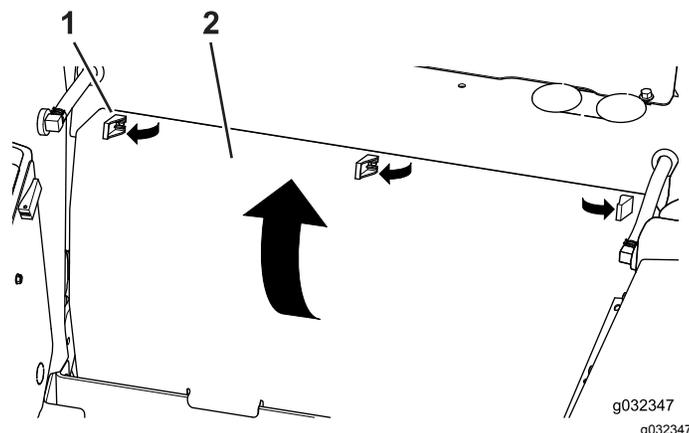

Figura 3
2. Azionate i 3 fissaggi a espansione e rimuovete il pannello posteriore (Figura 3).